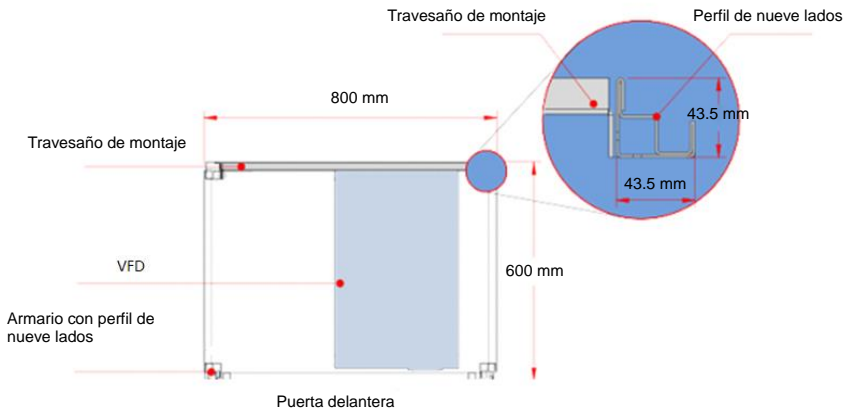

Figura 4-11 Vista superior del montaje de una unidad VFD GD270 280-500 kW en un armario
1	Monte el travesaño para fijación de la unidad VFD en el armario de perfil de nueve lados. (Consulte Figura 4-11.)
- Se recomienda el armario de perfil de nueve lados (armario PS). La Figura 4-11 muestra la vista ampliada de la sección transversal del perfil de nueve lados.